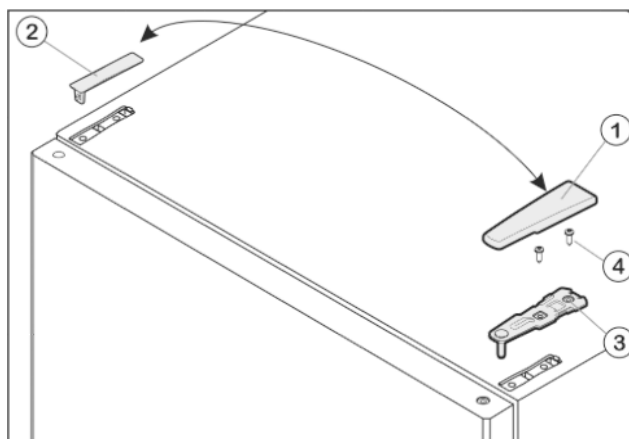

Fig. 7
- ▶ Abdeckung Fig. 7 (1) nach vorne und oben abziehen.
- ▶ Abdeckung Fig. 7 (2) abheben.
- ▶ Oberen Lagerbock Fig. 7 (3) abschrauben (2 mal Torx® 25) Fig. 7 (4) und nach oben abziehen.
- ▶ Oberen Lagerbock Fig. 7 (3) auf der neuen Scharnierseite in die Tür einsetzen.
- ▶ Oberen Lagerbock **fest (mit 4 Nm)** anschrauben (2 mal Torx® 25) Fig. 7 (4). Schraublöcher evtl. vorstechen oder Akkuschauber verwenden.
- ▶ Abdeckung Fig. 7 (1) und Abdeckung Fig. 7 (2) jeweils auf der Gegenseite von außen aufsetzen und einrasten.